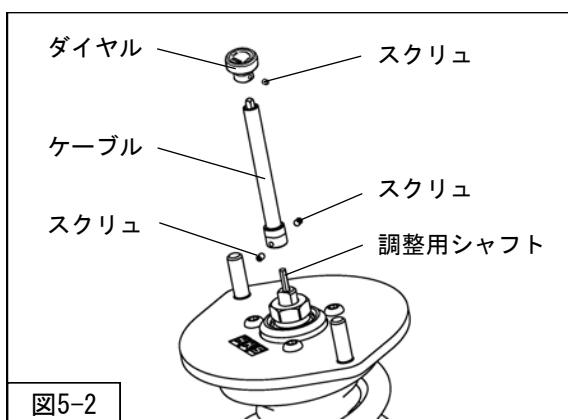

図5-2
2. 減衰力調整ケーブル（同梱品）からダイヤルを取り外し、リアサスペンションASSY先端の調整用シャフトにケーブルを取り付けてください。（図5-2）
ください。（図5-2）